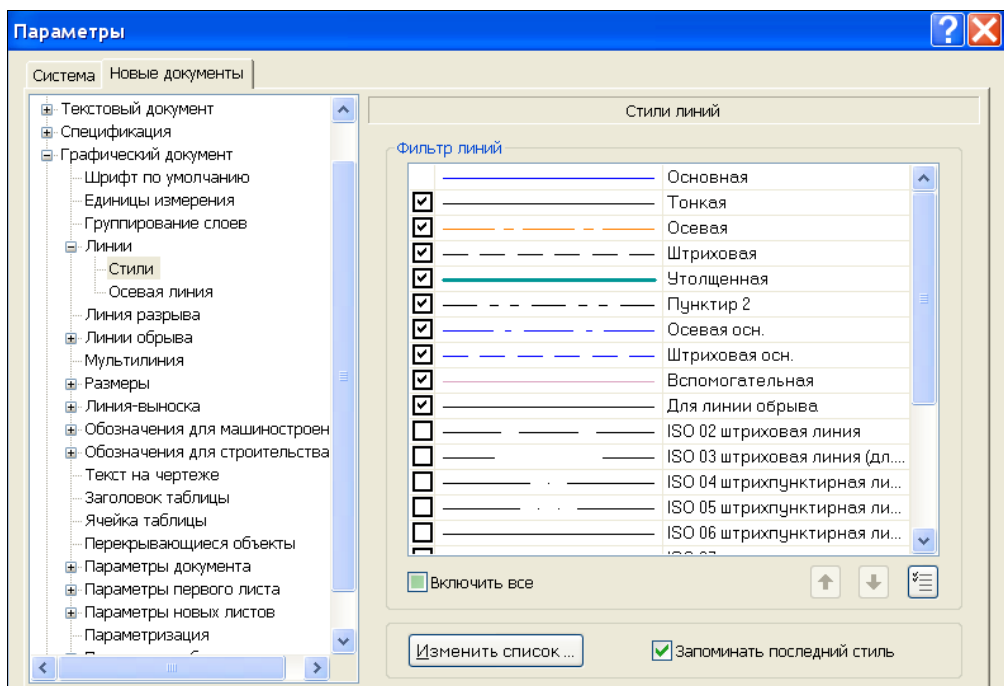

Рис. 15.18. Диалоговое окно **Параметры** с открытой панелью **Стили линий**
- ◆ щелкните ЛК мыши по пункту **Стили**. В правой части раскроется панель **Стили линий** (рис. 15.18). Какие можно провести настройки: